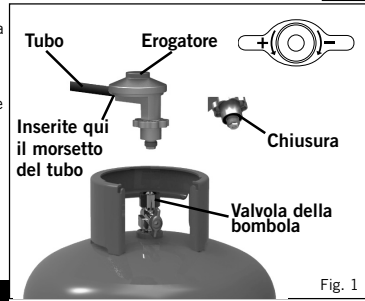

Fig. 1
- Quando cambiate un contenitore del gas, chiudete la valvola della bombola e quindi la valvola del dispositivo (v. fig. 1 e 2). Assicuratevi che la fiamma sia spenta, svitate l'erogatore. Reinstallate un contenitore del gas pieno adottando le stesse precauzioni descritte sopra.